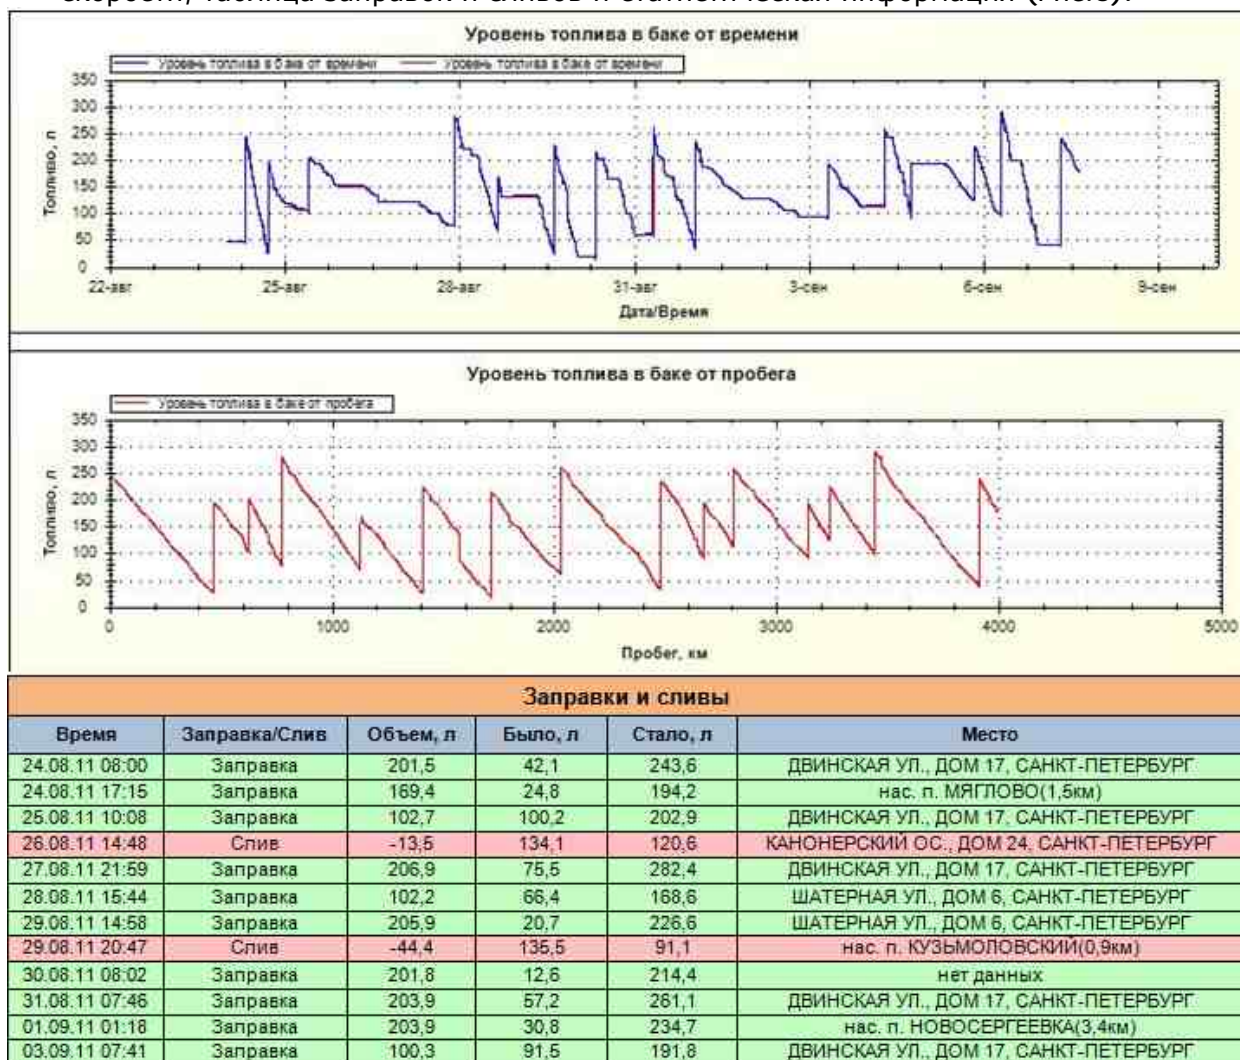

Рисунок 6
3.7. Контроль правильности подключения и тарировки проконтролировать по отчету, в котором отображаются графики уровня топлива от времени и пробега, график скорости, таблица заправок и сливов и статистическая информация (Рис.6):